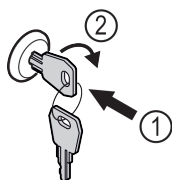

Fig. 157 Beispielhafte Darstellung
- Schlüssel hineindrücken Fig. 157 (1).
- Schlüssel um 90° im Uhrzeigersinn drehen Fig. 157 (2).